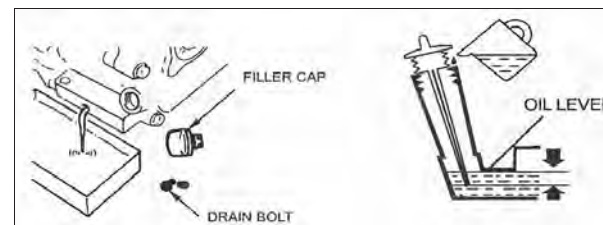

Fig. 19C
9.6.3 Ta bort dräneringsbulten och dränera oljan i kärlet genom att tippa motorn mot oljelocket/oljestickan något. (Fig. 19C)